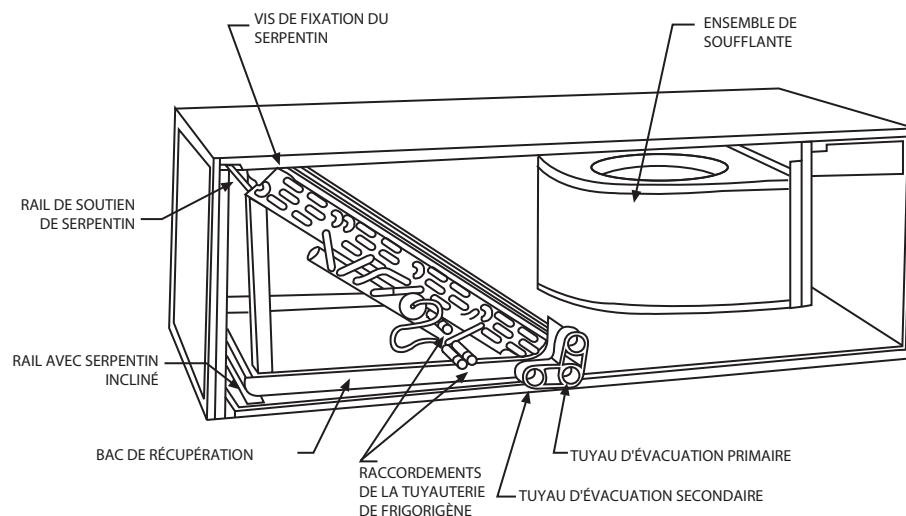

Figure 4 – Conversion en application horizontale à droite – serpentín incliné
4. Posez le ventilo-convecteur sur son côté droit et réinstallez le serpentín en orientant le bac de récupération de condensat vers le bas (Fig. 4).